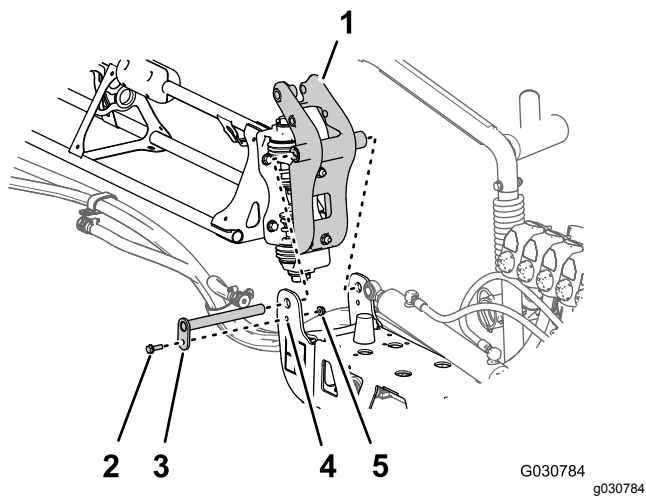

图123
3. 将枢轴接头内的轴套与外侧喷洒段末端处枢轴支架的法兰对齐 图123。